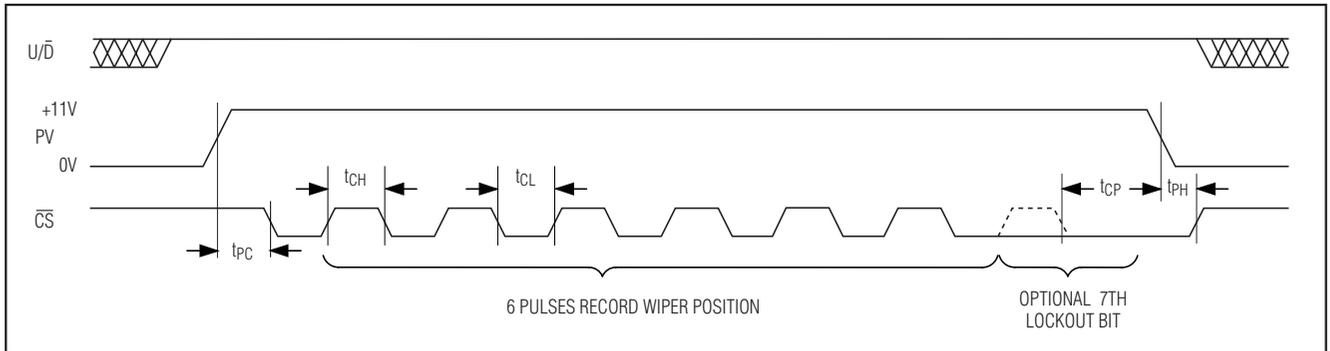

図5. ワнтаイム、プログラムモード、シリアルインタフェースのタイミングダイアグラム
電源投入後にPVワнтаイムプログラミングシーケンスによってワイパの電源投入後の位置を変更してください(図5参照)。ワイパを所望の電源投入後の位置に設定した後、次の6ステップのシーケンスを実行してください。
- 4b) \overline{CS} をローで開始し、最低 t_{CH} の間ハイにし、その後最低 t_{CL} の間ローにするサイクルを7サイクル行うことで、ワイパの電源投入時の位置を変更し、その同じ位置でワイパをロックします。7番目の \overline{CS} パルスは、図5でオプションのロックアウトビットと表記されています。